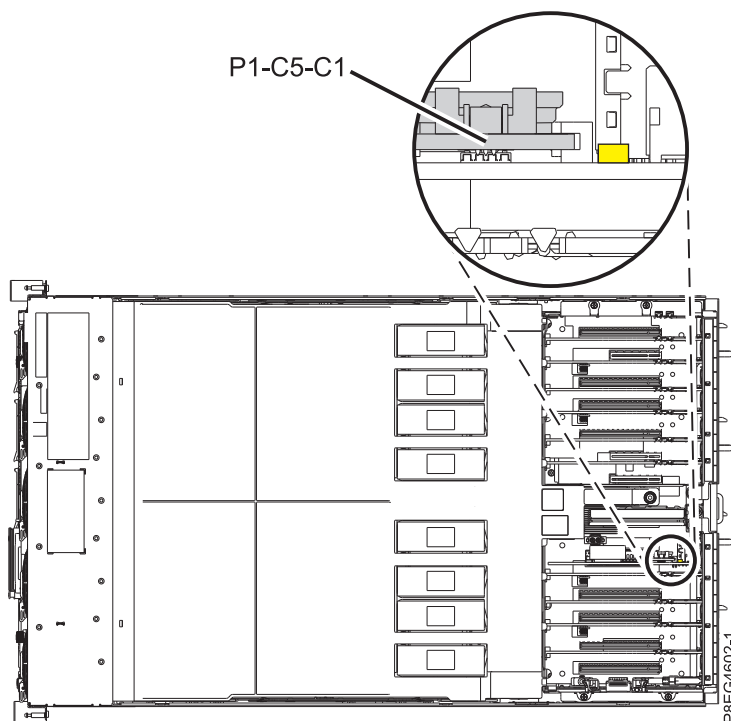

Figura 1. Localização da placa da pilha do relógio no sistema 8408-44E ou 8408-E8E
6. Procure o LED de avaria âmbar intermitente que activou no passo 1 na página 1 para identificar a placa da pilha do relógio avariada. Figura 1 na página 3 mostra a localização da placa da pilha do relógio no sistema 8408-44E ou 8408-E8E e a posição do LED, que está localizado na placa do processador de serviço.